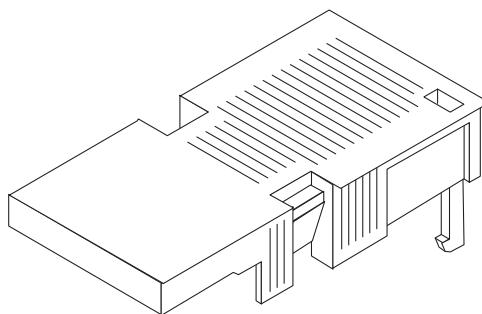

图 5-1 直流连接部件
1. 识别出您将要用来装配直流输入电源线的部件（图 5-1）。